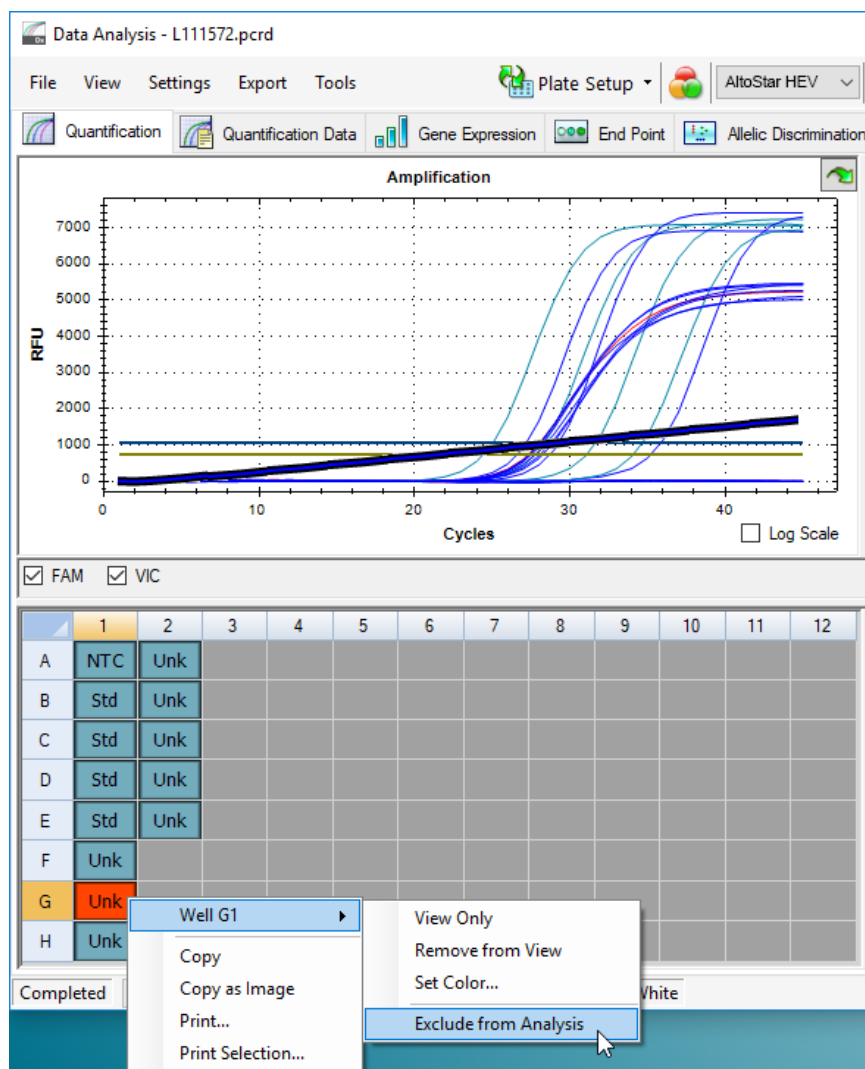

Figura 7: Finestra Data Analysis (Analisi dei dati): esclusione del pozzetto dall'analisi
- Fare clic su ogni pozzetto interessato con il pulsante destro del mouse e selezionare **Well... → Exclude from Analysis** (Pozzetto... → Escludi dall'analisi) (vedere figura 7).